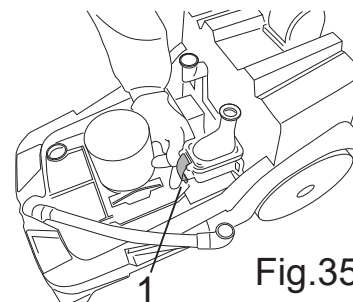

Fig.35
- Togliere il coperchio valvola parzializzatrice sganciando la leva (Fig.35-Rif.1).